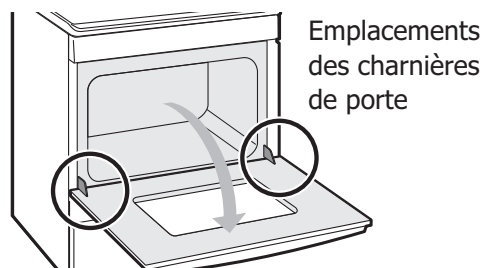

Figure 18 : Emplacement des charnières de porte
1. Ouvrir complètement la porte du four, parallèle au plancher (voir Figure 18).
3. Ouvrir complètement la porte du four, parallèle au plancher (voir Figure 18).
La lampe est située sur la paroi arrière du four (Figure 18).